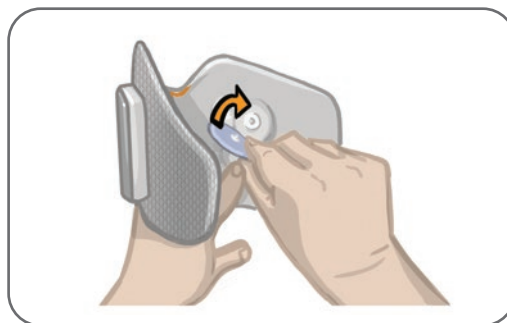

Figura 6-6: Atașarea electrozilor pânzați rotunzi
5. Amplasați Electrozii pânzați rotunzi pe bazele pentru electrozi. Consultați Figura 6-6. În cazul persoanelor care utilizează în mod regulat jambiera Lower Leg, asigurați-vă că au fost montate acoperitoarele cu fixare pentru jambiere.